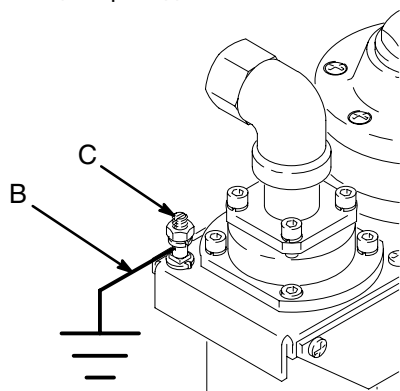
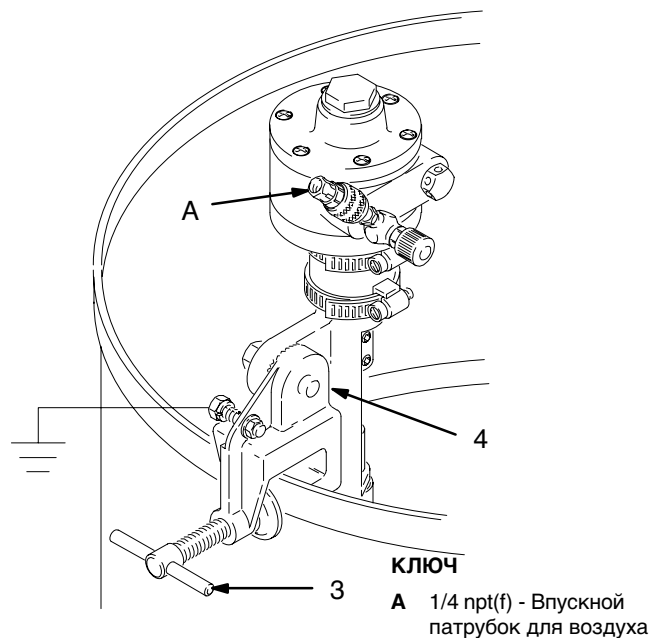

Рис. 1
Рис. 2
ПРИМЕЧАНИЕ: Справочные номера и буквы в скобках в тексте относятся к сноскам на Рис. 1 и Рис. 2 и на чертеже деталей.
Подсоедините один конец заземляющего провода (B) к клемме заземления (C) мешалки. См. Рис. 1. Подсоедините другой конец заземляющего провода к надежному заземлению. Заказывайте деталь № 237569, Заземляющий провод и зажим.
Установите мешалку на стенке бочки или резервуара, и надежно затяните винт зажима (3). См. Рис. 2. Для регулировки угла наклона мешалки в бочке, ослабьте затяжку винта кронштейна (4). Отрегулируйте наклон мешалки на желаемый угол, а затем снова надежно затяните винт.